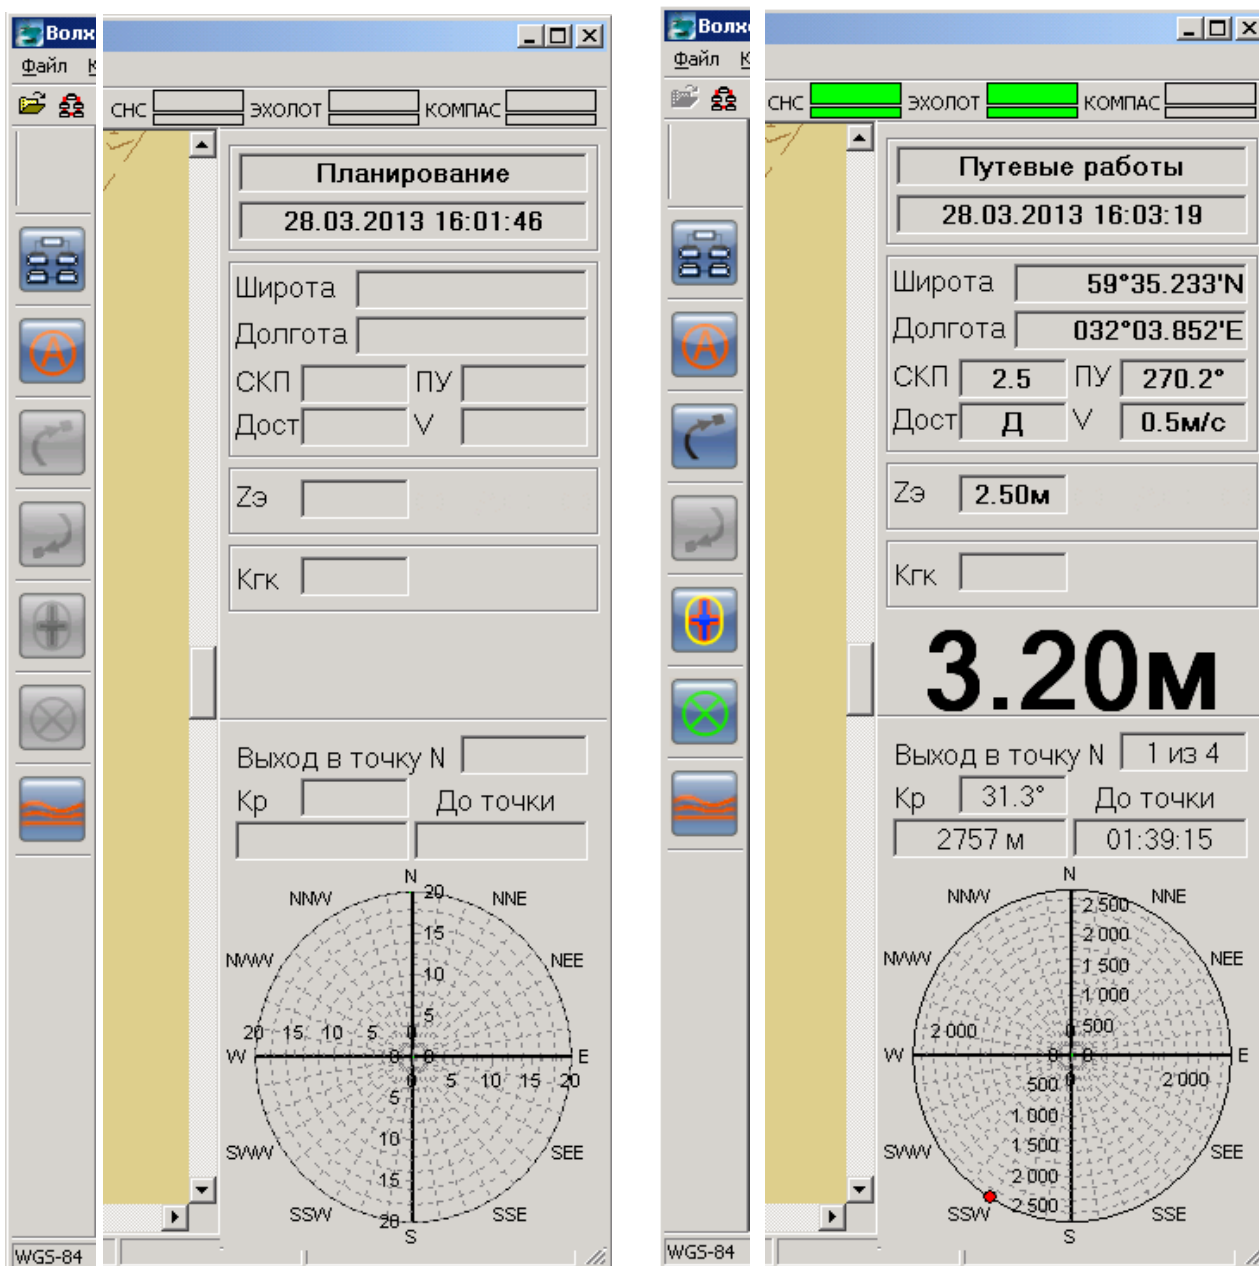

Рисунок 8.5 – Изменения на вертикальной панели инструментов (узкие рисунки) и в правой панели (широкие рисунки) при переходе в режим «Путевые работы»
- на панели диагностики появится индикация открытия портов и поступления сообщений от внешних устройств  см. рисунок 8.5;
- станут активными кнопки (развернуты на  $90^\circ$ ) на панели оперативного доступа в левой части окна программы, см. рис. 8.5;
- появятся навигационные данные по местоположению судна, расстояние и курс до первой маршрутной точки, графическая схема местоположения судна  относительно очередной маршрутной точки («перекрестье» ) , см. рис. 8.5.